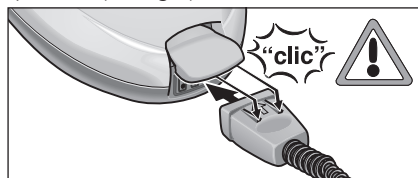

Fig. 1: Colocar o bloco de ficha
- Coloque firme o bloco de ficha (C7) na tomada da parede (A1). As duas pontas do bloco de ficha devem encaixar na tampa da tomada do aparelho (ver fig. 1).